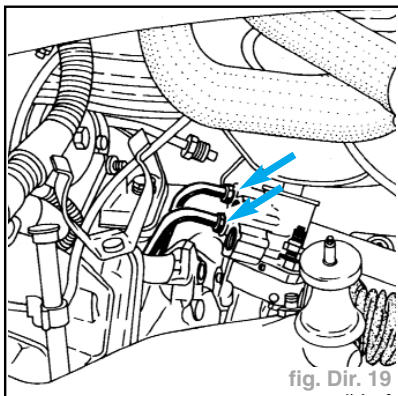

fig. Dir. 19
- Dégager complètement les tuyauteries d'alimentation du vérin (fig. Dir. 19).